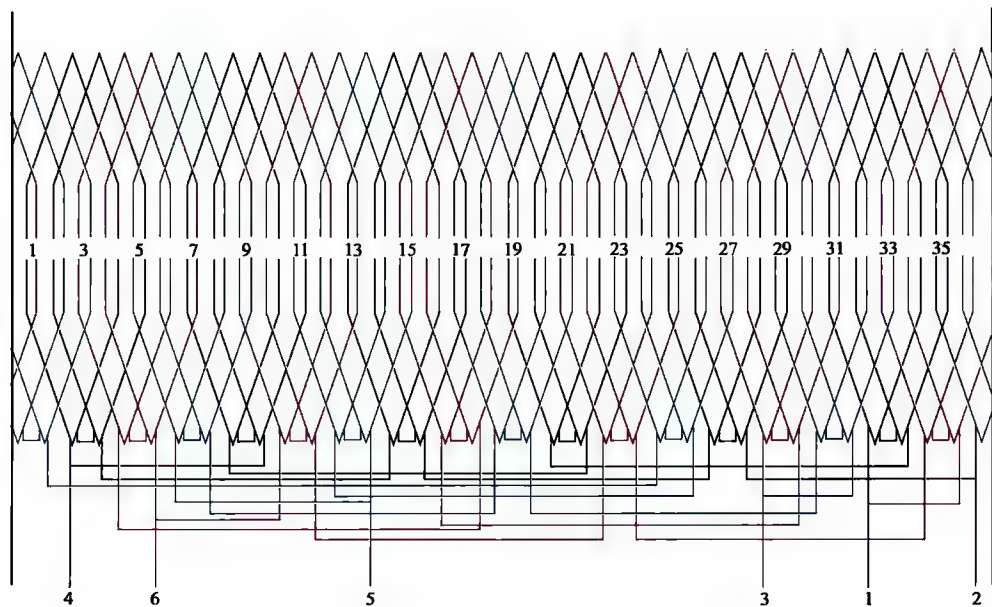

图 2-9 36 槽 12/6 极、 $\Delta/2Y$ 接法绕组 (一)
9. 36 槽 12/6 极、 $\Delta/2Y$ 接法绕组展开图、接线圆图与接线简图（见图 2-9）